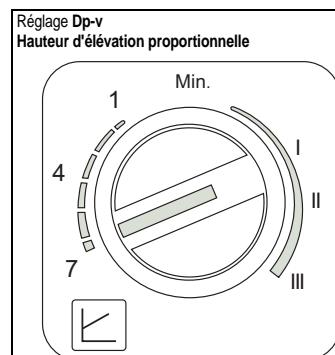

fig. 20
- Réglage de la valeur Dp-v Hauteur d'élévation proportionnelle (fig. 20)